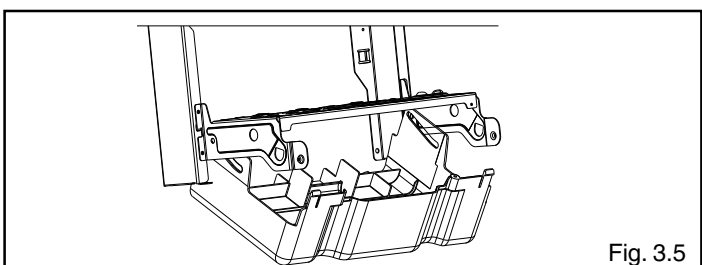

Fig. 3.5
- posizionare la copertura raccordi in modo che le feritoie laterali si trovino in corrispondenza dei fori presenti sulla mensola (fig. 3.5)